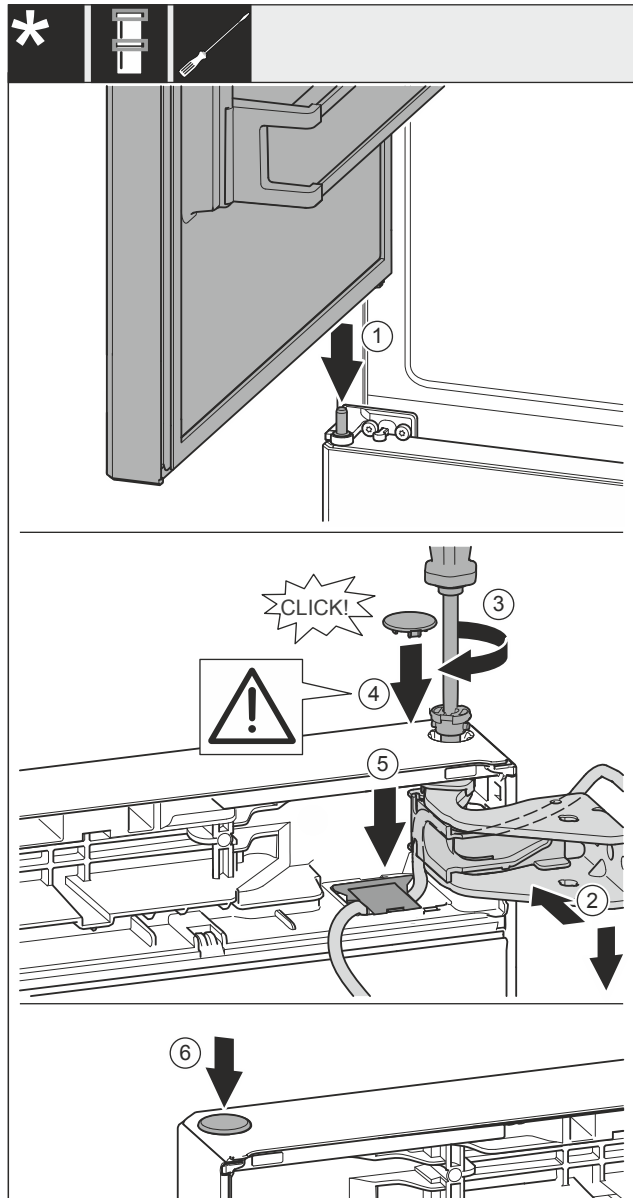

Fig. 29
- Futni derën lart mbi bulonin e rrotullimit në mes Fig. 29 (1).
- Niveloni derën lart për hapjen e saj në bazamentin mbështetës Fig. 29 (2).
- Futni bulonin Fig. 29 (3) dhe mbërthejeni me një kaçavidë.
- Vendosni kapakun mbulues Fig. 29 (4).
- Kontrolloni nëse kapaku mbulues Fig. 29 (4) qëndron mbi derë.
- Vendosni kapakun mbulues Fig. 29 (5) dhe shtyjeni për poshtë derisa të mbërthehet në vend.
- Vendosni kapakun mbulues Fig. 29 (6).